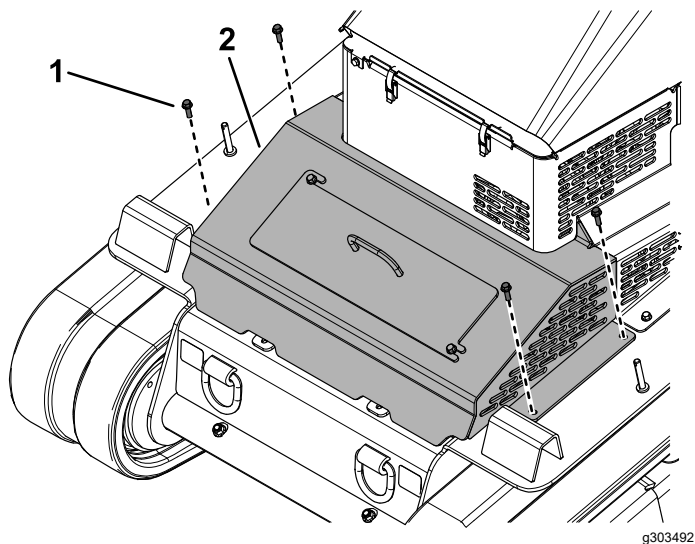

Figura 39
2. Retire los 4 pernos que sujetan la cubierta a la máquina (Figura 39).
1. Perno (4)
3. Retire el conjunto de cubierta (Figura 39).